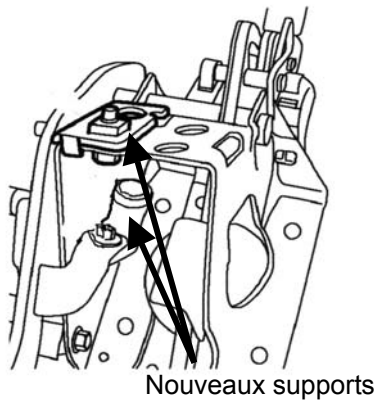

Figure 3
- Monter les nouveaux supports de la butée et du contacteur d'embrayage (figure 3).